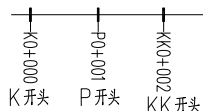

图 6-54 桩号前缀
- “桩号前缀”选项：系统提供了三种桩号前缀，分别是 K、P、KK。单击选项文本框，在弹出的下拉列表中选择前缀字母，各种桩号前缀的标注结果如图 6-54 所示。